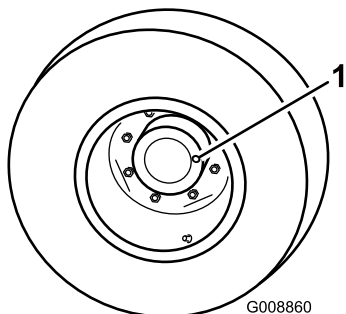

Figura 41
1. Coloque a máquina numa superfície nivelada e posicione a roda de forma a que o tampão de verificação/escoamento (Figura 41) se encontre na posição das três ou nove horas.
2. Retire o tampão da transmissão universal (Figura 41). O óleo deverá ser visível no fundo do orifício do tampão de verificação, que se encontra na zona traseira do travão.